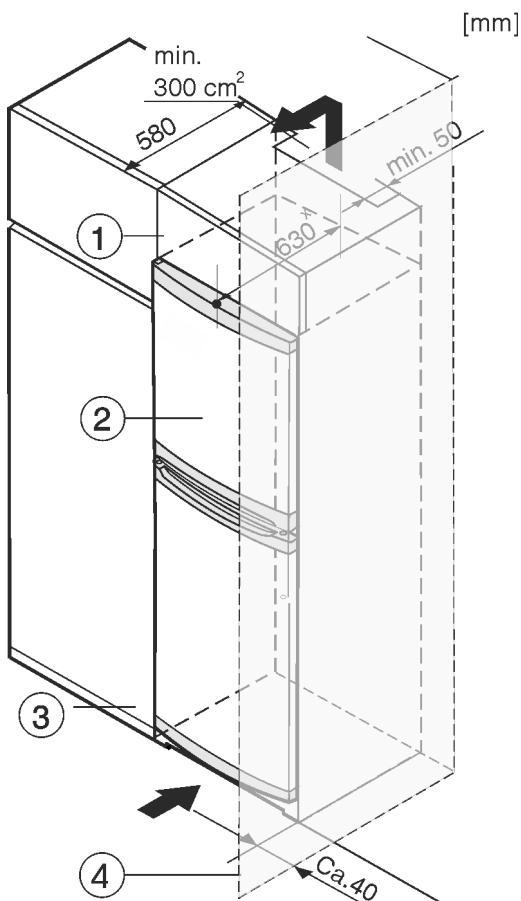

Fig. 8
- (1) Nastavná skříňka (3) Kuchyňská skříň
(2) Příklad (4) Stěna
Přístroj lze zabudovat do kuchyňských skříní. K vyrovnání přístroje Fig. 8 (2) na výšku kuchyňské linky lze na přístroj nasadit nástavec Fig. 8 (1).
Při montáži do kuchyňských skříní (hloubka max. 580 mm) lze spotřebič nainstalovat přímo vedle kuchyňské skříně Fig. 8 (3). Spotřebič přesahuje přední stěnu kuchyňské skříně po stranách o 34 mm * a uprostřed o 50 mm *.
Pokud se spotřebič instaluje se závěsy vedle stěny Fig. 8 (4), musí být jeho vzdálenost od stěny alespoň 40 mm. To odpovídá přesahu madla při otevřených dveřích.